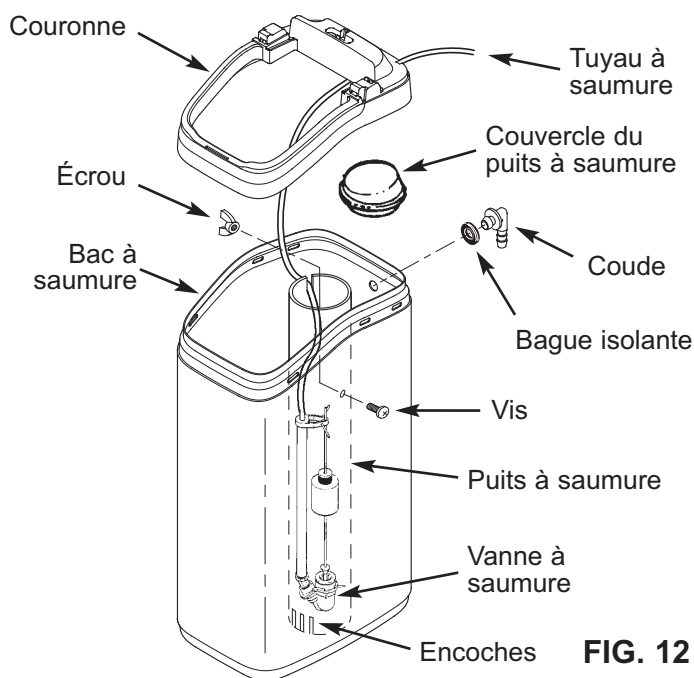

FIG. 12
- a. Encastrez la couronne dans le bac à saumure (cf. Fig. 12).
- c. Glissez la vanne à saumure dans le puits à saumure. Engagez le tuyau dans l'encoche supérieure du puits (Fig. 12), puis faites-le sortir du bac par le trou arrière de la couronne.